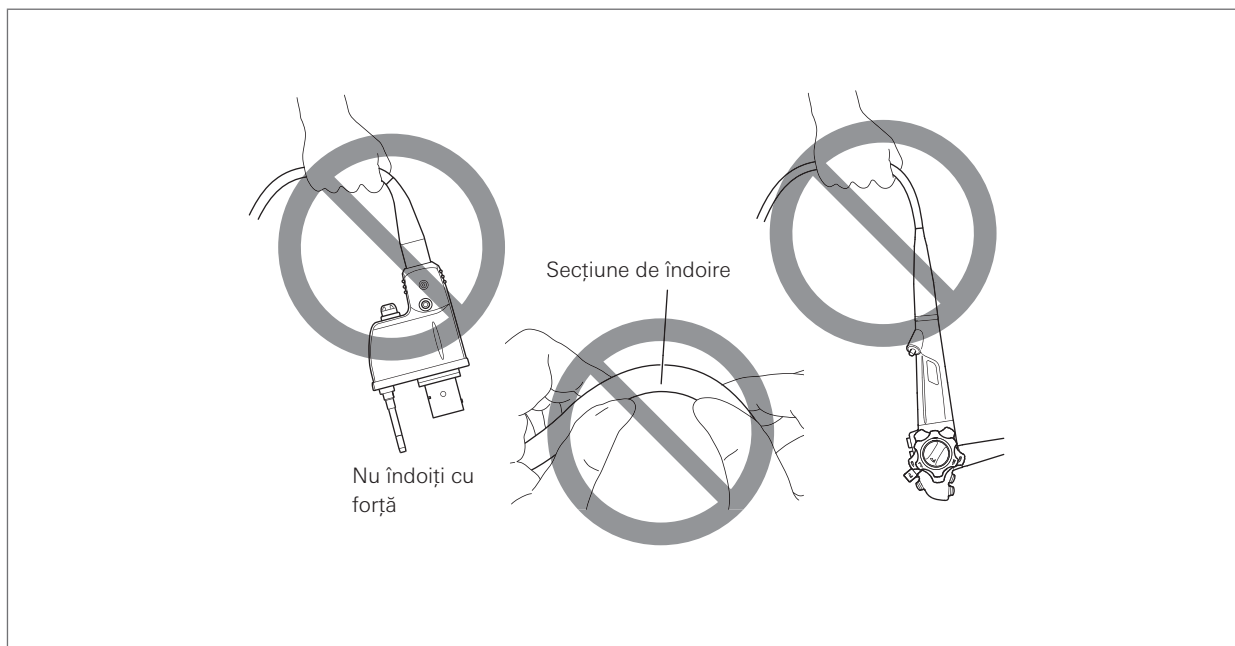

Figura 3.3
- Când transportați endoscopul, NU îl apucați și NU îl transportați ținându-l numai de cablul ombilical sau de porțiunea de inserție. În plus, NU strângeți și nu îndoiți cu forță secțiunea de îndoire (Figura 3.3). Aceasta poate produce avariarea endoscopului.